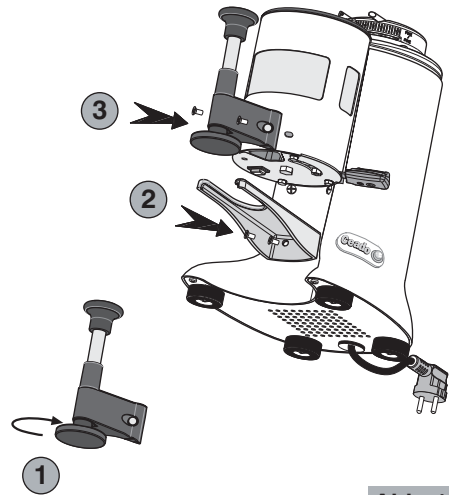

Abb. 14
- 2** Den Durchmesser der Pressvorrichtung (53, 54,5 oder 57,5 mm), der für den Filterhalter Ihrer Kaffeemaschine geeignet ist, und diesen am Stab der Teleskop-Pressvorrichtung befestigen (1, Abb. 14).
- 3** Die mit der Teleskop-Pressvorrichtung mitgelieferte lange Auflagegabel positionieren und mit den gleichen Befestigungsschrauben der vorher entfernten kurzen Auflagegabel befestigen (2, Abb. 14).
- 4** Die Teleskop-Pressvorrichtung positionieren und mit den mitgelieferten Schrauben befestigen (3, Abb. 14).
| 4 | Horquilla de apoyo | 19 | Prensador telescópico y su horquilla larga (opcional) (véase también Fig. 14) |